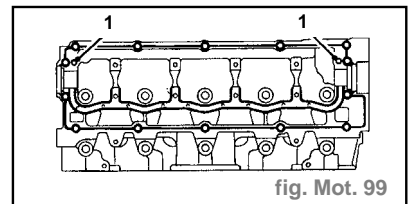

fig. Mot. 99
- Contrôler que les 2 goujons de centrage sont en place dans le support d'arbre à cames (1) (fig. Mot. 99).